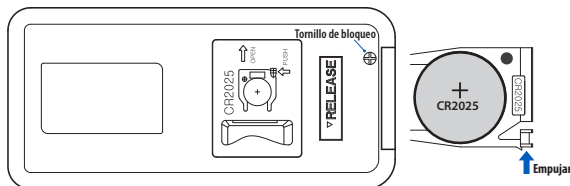

Figura 4
- Para reemplazar la batería, retire el tornillo de bloqueo con un destornillador Phillips pequeño, luego presione la pestaña en la izquierda del soporte de la batería hacia la derecha y retire el soporte de la batería del control (ver **Figura 4**), como se muestra en el diagrama en la parte de atrás del control. Coloque una batería "CR2025" nueva en el soporte con el lado positivo (+) hacia arriba. Coloque el soporte de nuevo en el control y asegúrelo con el tornillo de bloqueo.